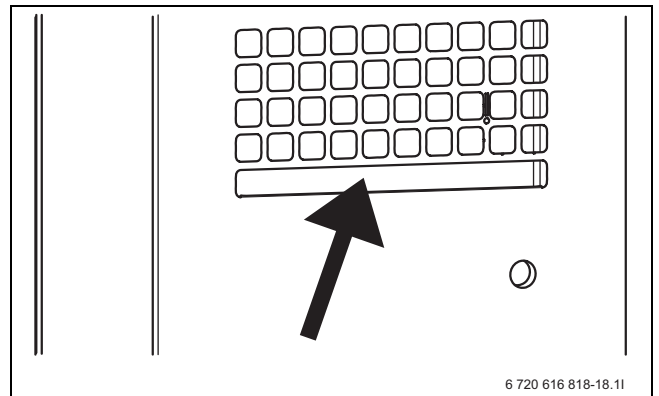

Fig. 51
- ▶ Fjern smuss og løv fra skuffen på fordampere på baksiden av varmepumpen (→ fig. 51).